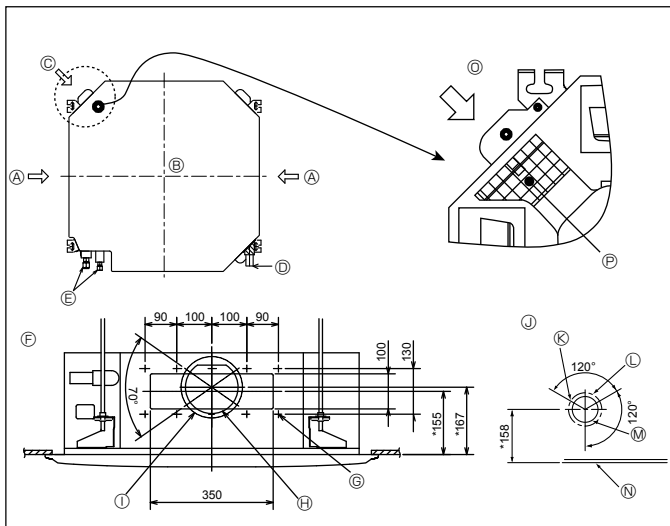

Fig. 2-3
2.3. Οπή πλάγιου αγωγού και οπή εισόδου καθαρού αέρα (Fig. 2-3)